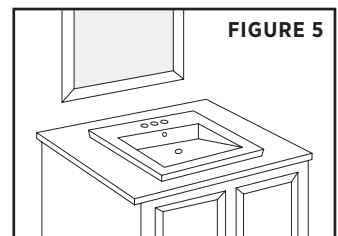

FIGURE 5
Place the drop-in sink into place. Check to make sure that the drop-in sink is positioned properly on the vanity **(FIGURE 5)**.
*Déposez le lavabo encastré dans l'ouverture. Vérifiez si le lavabo est bien centré sur le dessus du meuble et s'il y a assez d'espace pour reposer bien à plat **(FIGURE 5)**.*